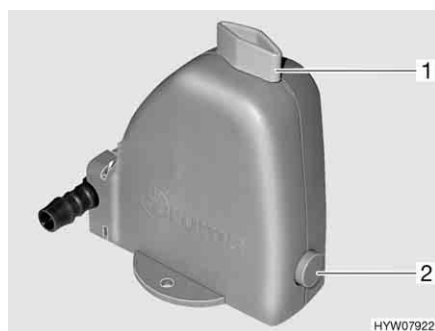

Fig. 158 Valve de sécurité et de vidange du chauffe-eau
Le chauffe-eau est équipé d'une valve de sécurité et de vidange (Fig. 158). La valve de sécurité et de vidange empêche que l'eau ne gèle dans le chauffe-eau lorsque le chauffage n'est pas allumé en cas de gel.
- Fermer la valve de sécurité et de vidange. Tourner pour cela le bouton rotatif (Fig. 158,1) dans le sens transversal par rapport à la valve de sécurité et de vidange et enfoncer le bouton-poussoir (Fig. 158,2).
- Ouvrir la valve de sécurité et de vidange. Tourner le bouton rotatif (Fig. 158,1) dans le sens longitudinal par rapport à la valve de sécurité et de vidange. Le bouton-poussoir (Fig. 158,2) ressort. Le chauffe-eau est vidé à l'extérieur par le biais de la valve de sécurité et de vidange.